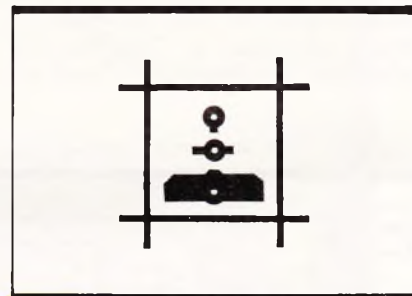

Fig. 5 Tracé du circuit imprimé « capteur ».
**b) Le circuit imprimé des capteurs (fig. 5)**